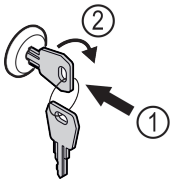

Fig. 114
- ▶ Insérer la clé Fig. 114 (1).
- ▶ Tourner la clé à 90° dans le sens horaire Fig. 114 (2).